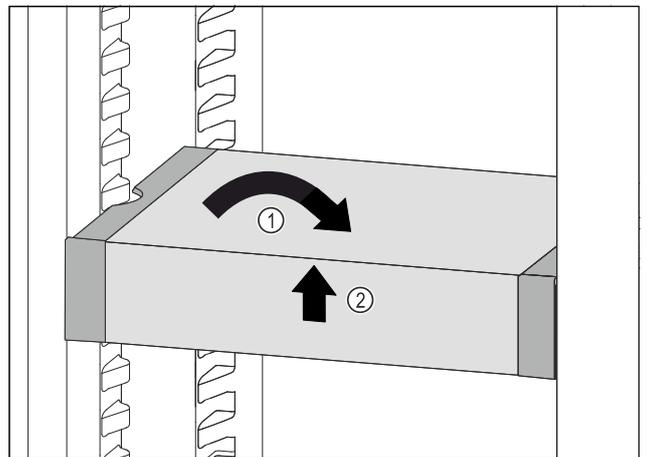

Fig. 53
- ▶ Remettre le VarioSafe droit. Fig. 53 (1)
- ▶ Soulever la partie avant du VarioSafe. Fig. 53 (2)